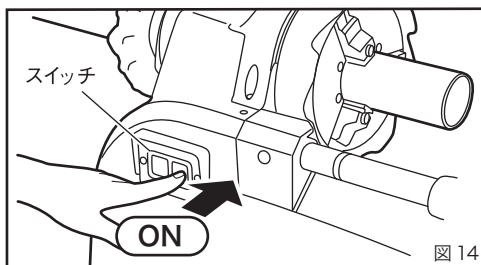
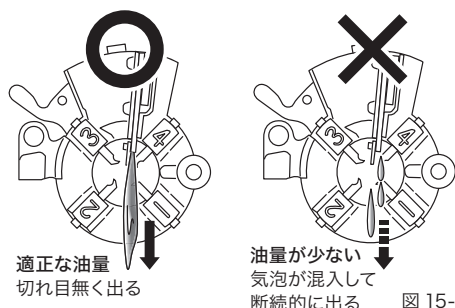

図 14
図 15-1
8. 作業前の点検 (図 14, 15)
- ① 本体のスイッチを ON にし、主軸を回転させてください。
- ② ダイヘッドから出るねじ切り油が適正な量であることを確認してください。(図 15-1)